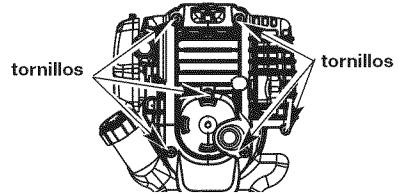

Fig. 29
1. Quite los dos (6) tornillos de encima de la tapa del motor con un destornillador de pala o Torx #25 (Fig. 29).
4. Saque la cubierta del motor (Fig. 29).
1. Apague el motor y espere que se enfrie. Retire los seis (6) tornillos de la parte posterior de la tapa del motor con destornillador de cabeza plana o Torx No. T-25 (Fig. 29).